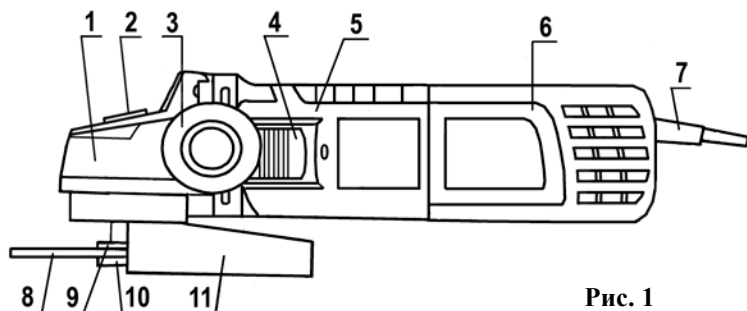

Рис. 1
4.1. Машина (рис.1) состоит из следующих основных частей: электропривода, редуктора, ручки с выключателем, дополнительной рукоятки, кожуха.